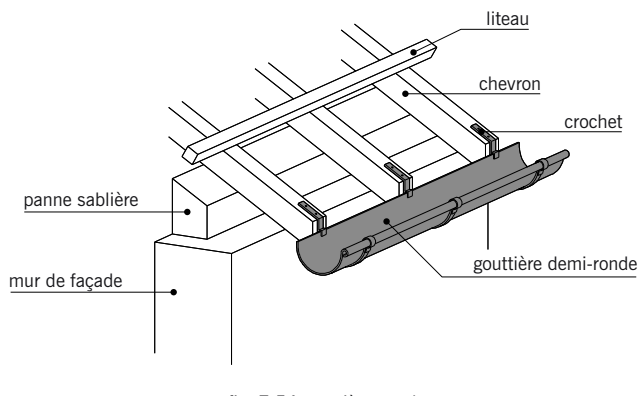

**fig. 7.53**
■ Les **eaux pluviales** (EP) : eaux provenant des précipitations atmosphériques (chutes de neige, pluie, grêle) qui, tombant sur les toits et les toitures-terrasses, sont collectées par le *réseau d'évacuation des eaux pluviales* qui les dirige vers le milieu naturel.
■ Le **réseau d'évacuation des eaux pluviales** (fig. 7.53) : ensemble des ouvrages qui collectent les eaux pluviales ruisselant sur les toits et celles tombant sur les toitures-terrasses pour les conduire à l'égout. Les éléments qui constituent le réseau peuvent être métalliques (zinc, cuivre, fonte, aluminium laqué) ou en PVC.
■ **L'égout** (fig. 7.53) : partie basse de la couverture vers laquelle s'écoulent les eaux pluviales pour être ensuite récupérées dans une gouttière ou un chéneau.
■ **Le tuyau de descente** appelé communément la **descente** (fig. 7.53) : canalisation verticale ou très inclinée de section circulaire ou rectangulaire, destinée à récupérer les eaux pluviales collectées par la gouttière pour les évacuer au niveau du sol. La mise en place de tuyaux de descente nécessite l'emploi de raccords tels que les coudes, culottes et manchons (fig. 7.60).